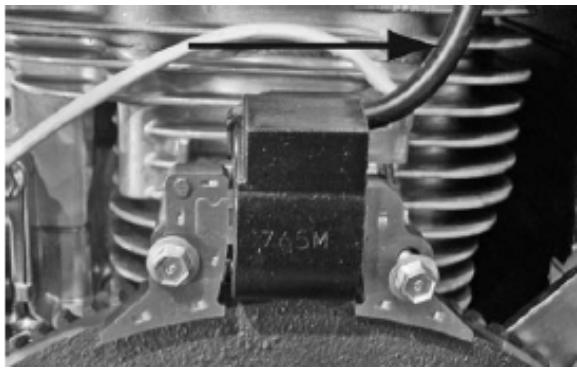

Рисунок 28. Цилиндр №2 (передний, перемычка длинная)
3. Цилиндр №1 находится сзади (рисунок 27), а цилиндр №2 – спереди (рисунок 28).